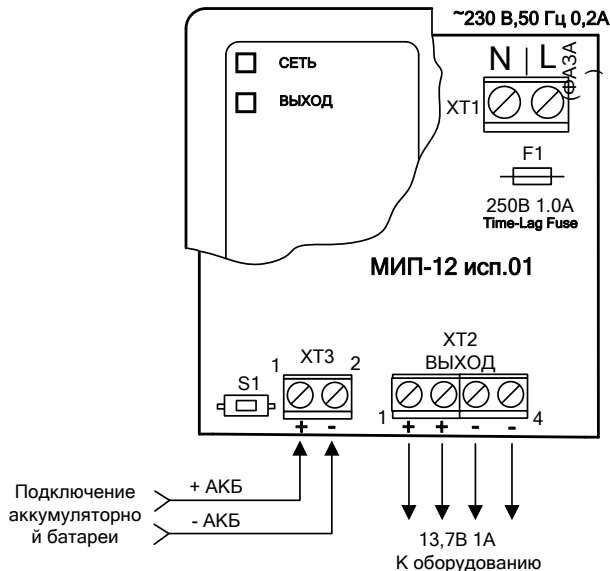

Рис. 3 Схема подключения МИП-12 исп.01 (МИП-12-1/7ПЗ)
При подключении проводов внешнего питающего напряжения 230 В к сетевой колодке необходимо соблюдать правильность подключения «фаза» и «нейтраль». Подключение цепей к МИП производить в соответствии с рис. 3.
2.2.3 Согласно схеме соединений МИП (рис.3):
2.3.1 Проверить правильность произведённого монтажа в соответствии со схемой подключения МИП-12 исп.01 (МИП-12-1/7ПЗ) (рис. 3).